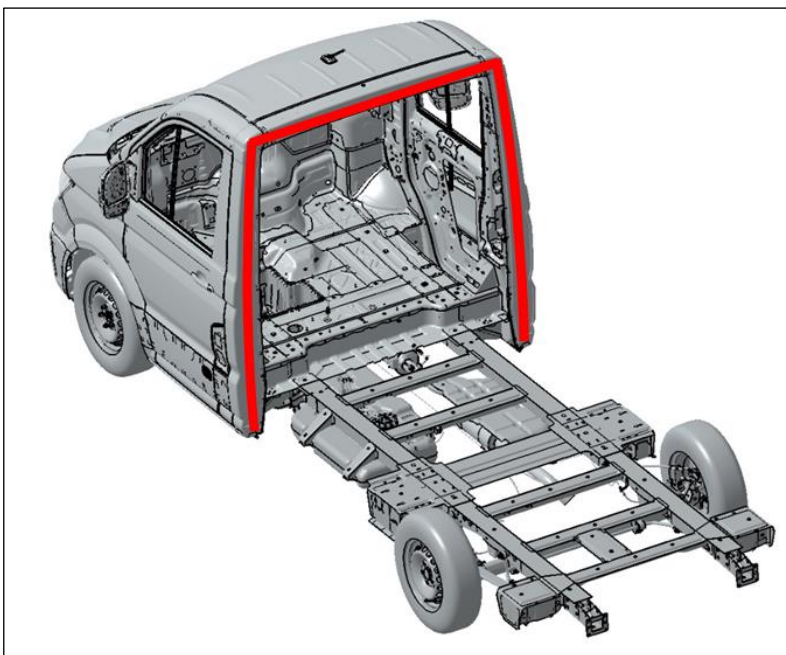

Fig. 6: superfici di incollaggio del telaio piano del Crafter, collegamento della parete posteriore con la traversa del tetto e la cabina di guida, montante B
- Si deve realizzare un adeguato collegamento al montate B (collegamento della parete posteriore con la cabina di guida) mediante un incollaggio di ampia superficie (Fig. 6).